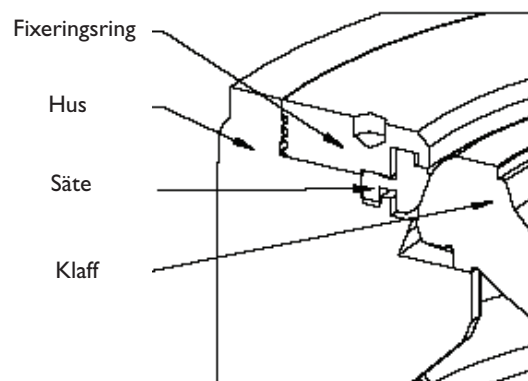

FIG 4
c. Sätt i säteshållaren i sitt monteringspår. Av samma skäl som anges i punkt b formändras sätet och säteshållaren något (fig. 4).